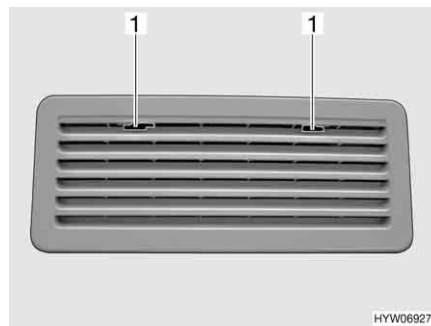

Fig. 168 Grille d'aération du réfrigérateur (Thetford)
- Pousser le dispositif de blocage (Fig. 168,1) vers le milieu.